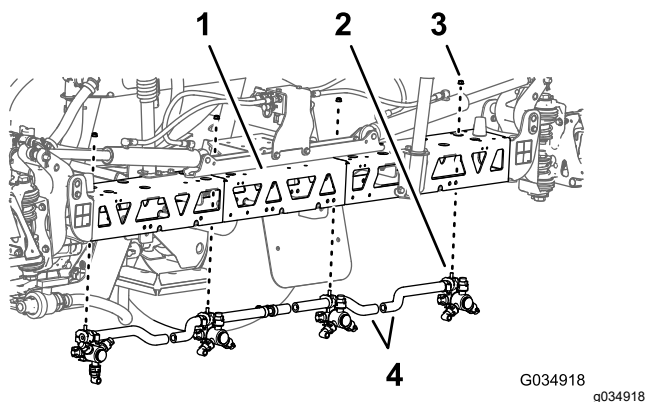

Figura 68
6. Retire la contratuerca con arandela prensada (5/16") que sujeta la boquilla de fumigación al soporte de la boquilla (Figura 68).